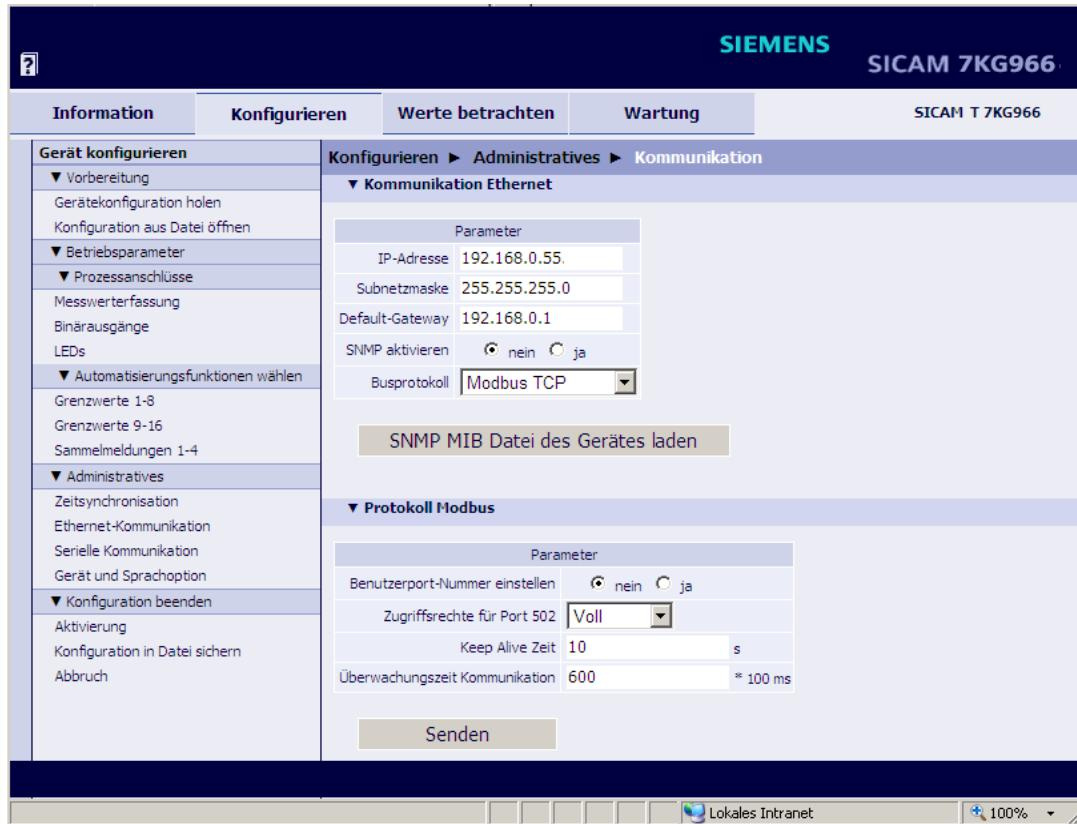

Bild 7-40 Registerkarte Konfigurieren, Ein-/Ausgabefenster Ethernet-Kommunikation über Modbus TCP
- ✧ Klicken Sie im Ein-/Ausgabefenster **Kommunikation Ethernet** auf die Schaltfläche **SNMP MIB Datei des Gerätes laden** (siehe Bild 7-40).
**Ethernet-Kommunikation mit Busprotokoll Modbus TCP** (siehe Bild 7-40)